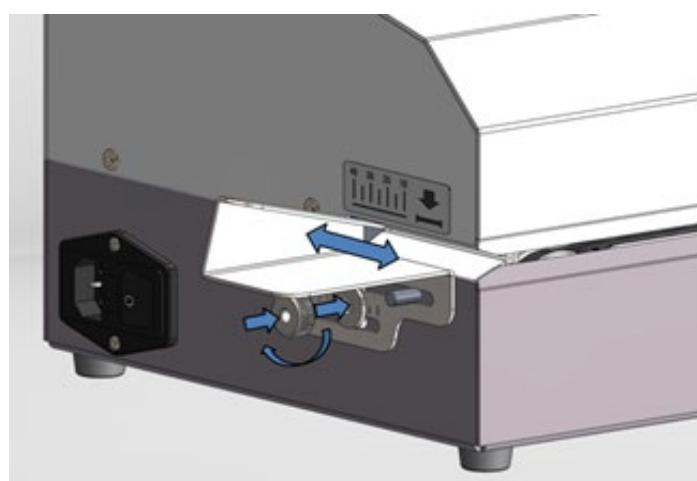

Figura 2 Instalación de la guía
6. Instalación de la placa guía: gire la tuerca del lado izquierdo del dispositivo en sentido antihorario y retire la junta de plástico para protegerla. Después de colocar la placa guía como se muestra en la Figura 2, gire la arandela y apriete la tuerca en sentido horario, y ajuste el tamaño del margen :